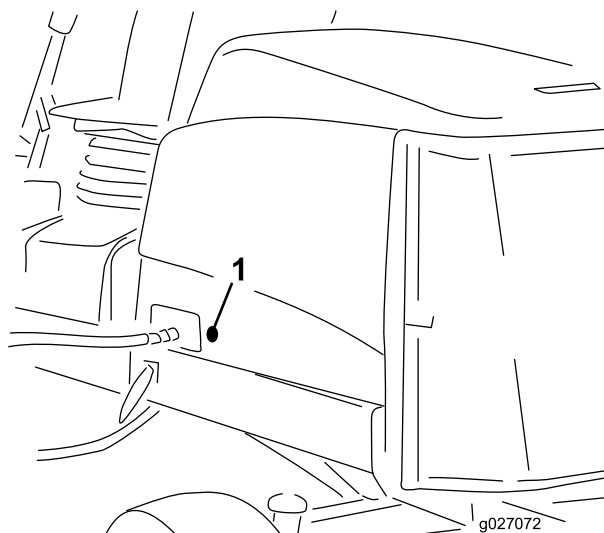

図 35
2. フードの左側についているゴム製のハトメを取り外す 図 35。